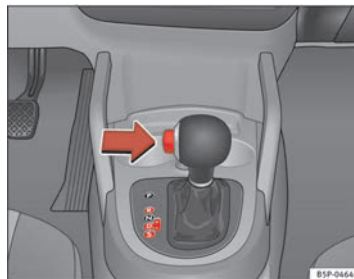

Abb. 144 Fahren
- Drücken Sie den Taster am Wählhebel (links am Wählhebel ⇒ Abb. 144).